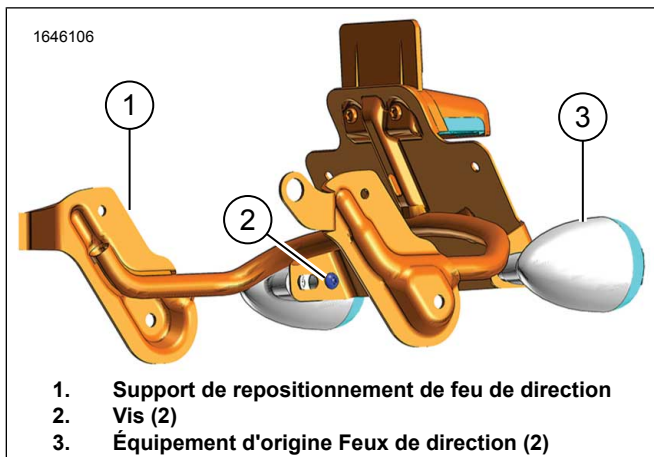

Figure 3. Installation du feu de direction
2. Figure 3 Installer Équipement d'origine les feux de direction (3) sur le support de repositionnement de feu de direction (1) avec les vis (2). Serrer.
3. Figure 3 Installer Équipement d'origine les feux de direction (3) sur le support de repositionnement de feu de direction (1) avec les vis (2). Serrer.
- b. Figure 3 Installer la vis (18) et l'écrou (19). Serrer.